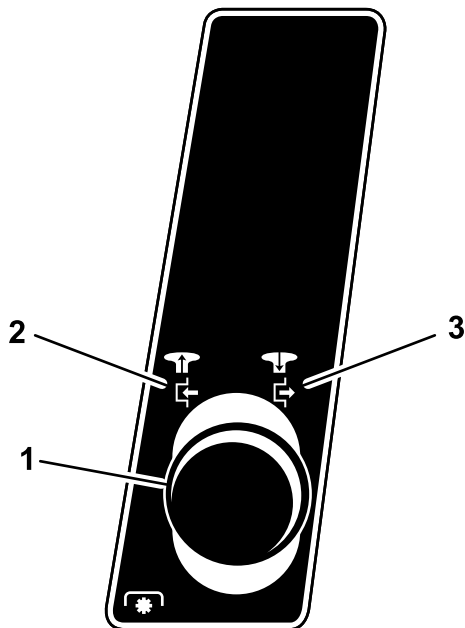

Bild 11
4. Kuppeln Sie den Zapfwellenantrieb (ZWA) aus. Siehe Bild 11.